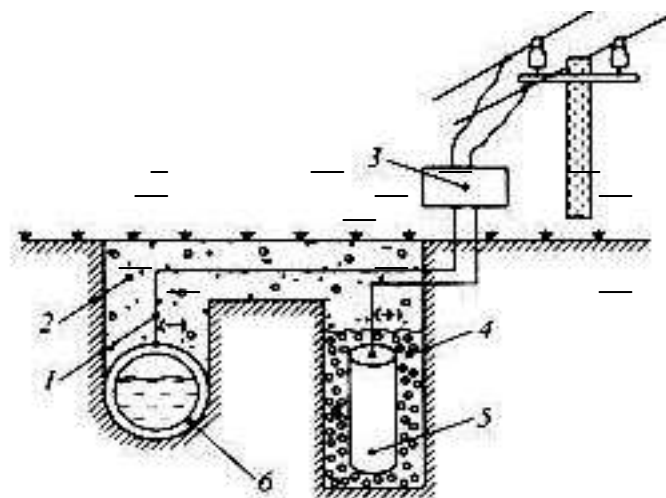

Рис. 10. Схема катодной защиты. 1- провод с изоляцией; 2- грунт; 3-выпрямитель тока; 4- засыпка; 5-вспомогательный анод; 6-защищаемая конструкция (трубопровод)
**Катодная защита** отличается от протекторной тем, что защищаемая конструкция, находящаяся в электролите (например, почвенная вода), присоединяется к катоду внешнего источника тока. В ту же среду помещают металллом, который соединяют с анодом внешнего источника тока (рис.10).